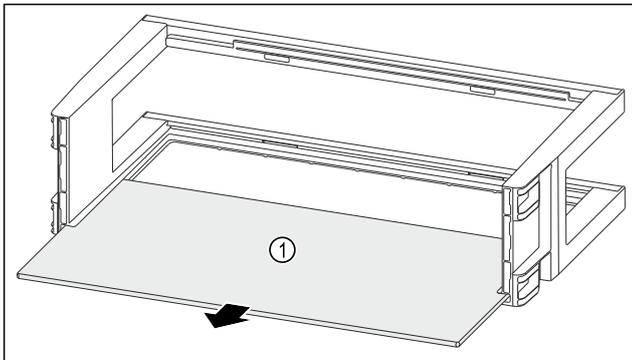

Fig. 112
- ▶ Retirer la tablette de rangement Fig. 112 (1).